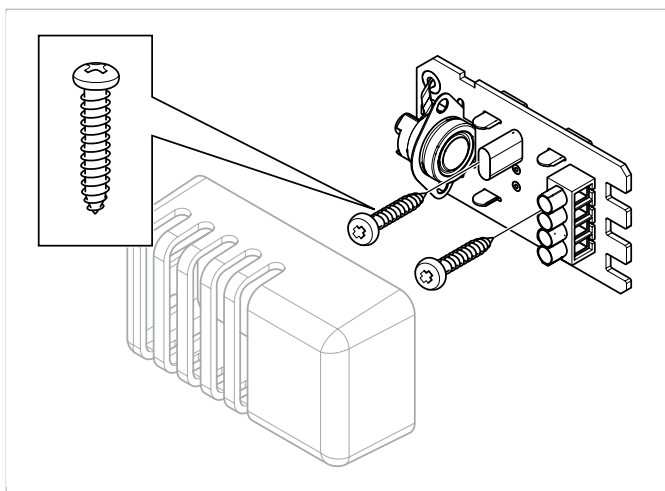

Рисунок 11: Установка датчика
10. Установите датчик на стене см. **Рисунок 11**, страница 6. Закручивайте винты осторожно, чтобы плата не сломалась.